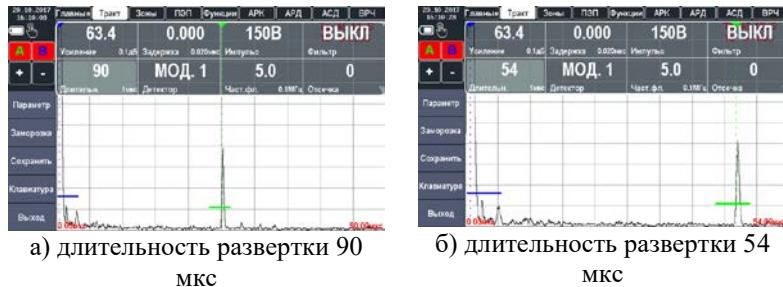

Рисунок 2.16 – Установка длительности развертки
2. Установить длительность развертки «ДЛИТ.» (рис. 2.16), развертка указывается в диапазоне от 8 до 1000 мкс. Длительность развертки можно изменить с помощью тачскрина дисплея, для этого нужно прикоснуться двумя пальцами к дисплею, а затем развести пальцы (для увеличения) или свести (для уменьшения).